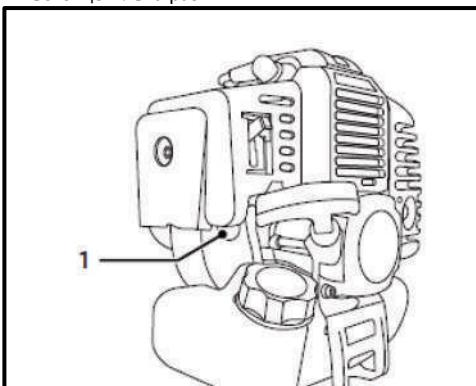
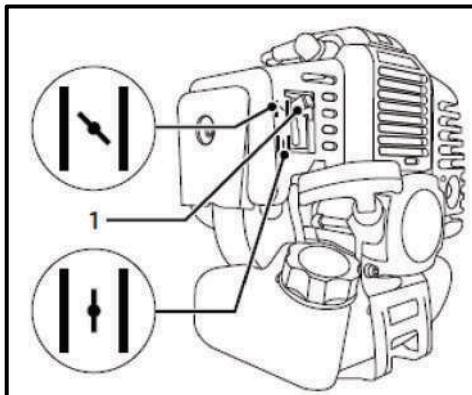

Рис. 37
Рис. 38
- Натисніть декілька разів на праймер (1) (Рис. 37). Під час натискання крізь гумовий ковпачок праймера повинна проглядатися паливна суміш, що підкачується. Якщо паливна суміш не заповнила гумовий ковпачок, слід натиснути на нього ще кілька разів.
- Переведіть важіль повітряної заслінки (1) догори, у положення «Закрито» (Рис. 38).
- Переведіть важіль повітряної заслінки (1) у положення «Відкрито» (Рис. 38). Очікуйте до двох хвилин для прогрівання двигуна.
Для повторного запуску прогрітого двигуна можна не натискати праймер (1) (Рис. 37) та залишити повітряну заслінку (1) (Рис. 38) у положенні «Відкрито»